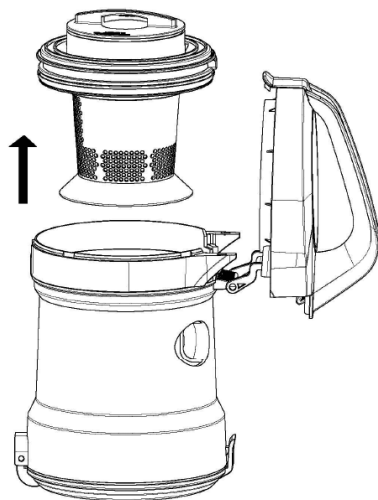

Fig.7
- Retirar el filtro HEPA (Q2) de su anclaje situado dentro del filtro (Q1) girando como indica la flecha (Fig 7).